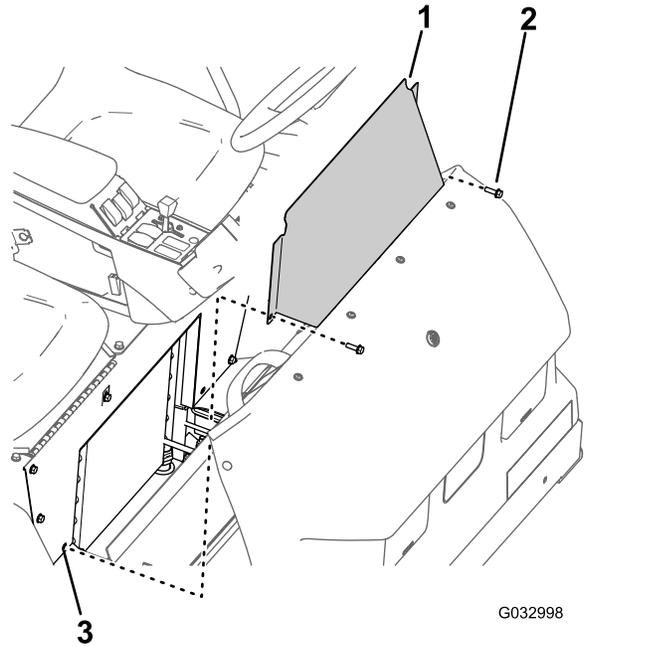

Рисунок 60
1. Выверните два болта с фланцевыми головками, которые крепят панель доступа к основанию сиденья (Рисунок 60).
2. Снимите панель доступа к основанию сиденья с машины (Рисунок 60).
1. Совместите отверстия в панели доступа к основанию сиденья с отверстиями в основании сиденья (Рисунок 60).
2. Прикрепите панель доступа к основанию сиденья с помощью двух болтов с фланцевыми головками (Рисунок 60), снятыми при выполнении пункта 1 раздела Демонтаж панели доступа к основанию сиденья \(страница 58\).